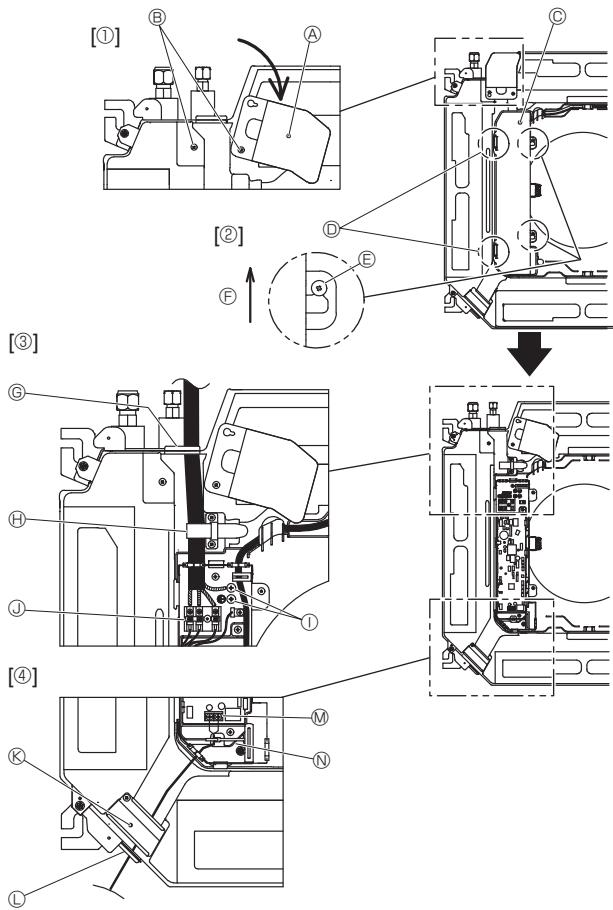
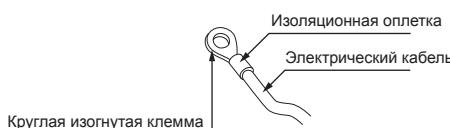

Fig. 6-1
Fig. 6-2
6.1. Внутренний прибор (Fig. 6-1)
- Ослабьте 2 винта, обеспечивающих фиксацию сервисной панели электропроводки, а затем поверните ее. [Fig. 6-1 ①]
- Ослабьте 2 винта, крепящих крышку распределительного щита, а затем сдвиньте ее. [Fig. 6-1 ②]
- Проложите силовой кабель, соединительный кабель внутреннего/наружного прибора и кабель заземления через вводы проводки, указанные на диаграмме. [Fig. 6-1 ③] Поместите экранированную часть силового кабеля и внутреннего/наружного соединительного кабеля в распределительный щит. Используйте круглые изогнутые клеммы как клеммы внутреннего/наружного соединения и дополнительный комплект клемм источника электропитания. [Fig. 6-2]
- Проложите кабель управления через вводы проводки, указанные на диаграмме. [Fig. 6-1 ④, Fig. 6-3]